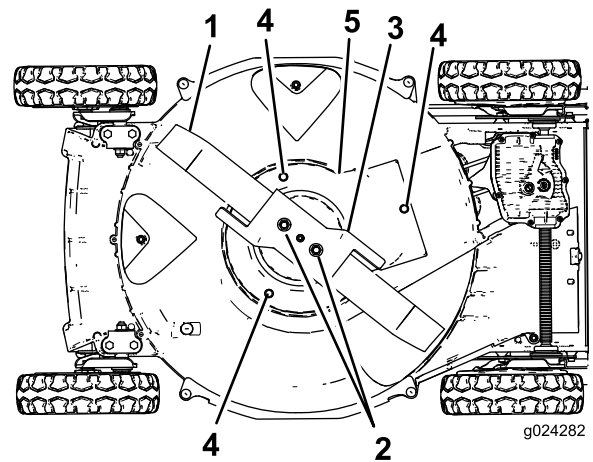

Figura 36
6. Retire las 2 tuercas de la cuchilla, el acelerador y la cuchilla (Figura 36).
7. Retire los tornillos que sujetan el protector del embrague del freno de la cuchilla a la carcasa de corte (Figura 36).